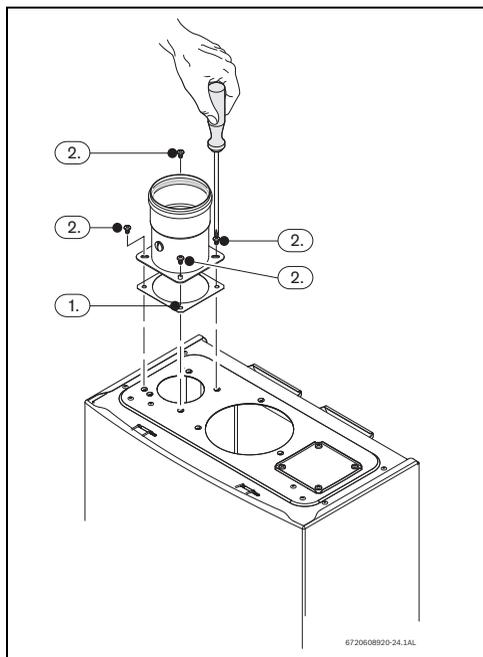

Fig. 29
- ▶ Colocar o vedante entre o aparelho e o acessório, ver Fig. 29, pos. 1.
- ▶ Apertar os 4 parafusos do acessório de admissão de ar, ver Fig. 29, pos. 2.